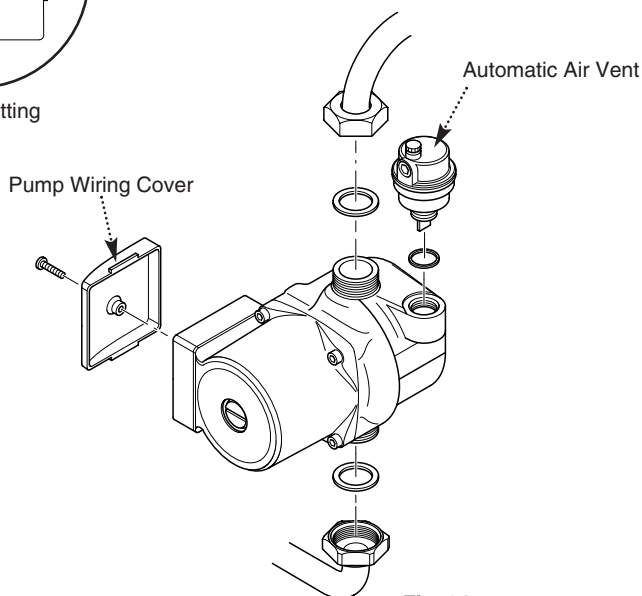

Fig. 84
11.22 Automatic Air Vent (Fig. 84)